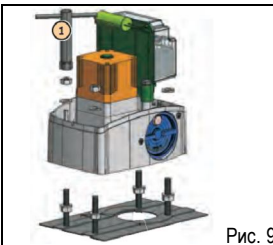

Рис. 9
2. Установить привод на монтажную панель и закрепить винтами, гайками и шайбами из комплекта устройства при помощи специального торцевого ключа (рис. 9, поз. 1).